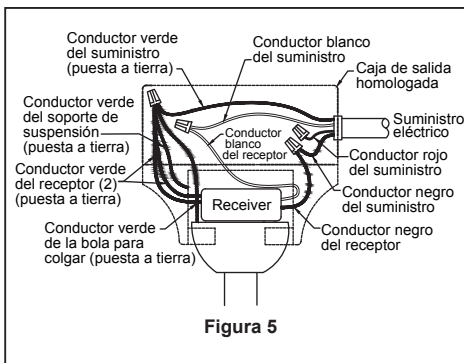

Figura 5
- ☐ 5. Pase los cables a través de la cubierta de unión del motor, la cubierta para el tornillo del capuchón y el capuchón de techo. (Figura 5)
- ☐ 4. Una vez realizadas las conexiones, los cables deben ser colocados de forma extendida poniendo el conductor de la toma de tierra y el conductor de toma de tierra del equipo a un lado de la caja, colocando el conductor sin toma de tierra en el otro lado de la caja. gire los conductores hacia arriba y, con cuidado, colóquelos dentro de la caja de salida; con los conductores blancos y verdes hacia un lado y los conductores negros hacia el otro. (Figura 5)
- ☐ 5. Para configurar el código del mando a distancia a las mismas posiciones que en el receptor. Mueva los interruptores de código hasta colocar el código de selección en la posición arriba o abajo. Con un destornillador pequeño o con una lapicera (no se incluye) deslice firmemente hacia arriba o hacia abajo. (Figura 5)